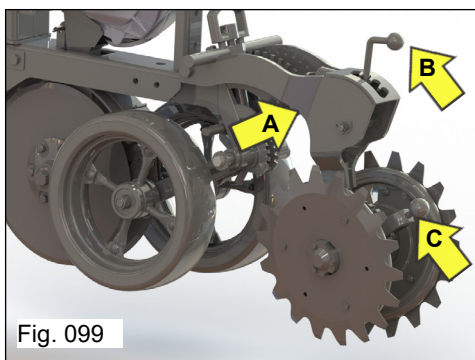

Fig. 099
A regulagem das rodas compactadoras (Fig. 099) também é um fator fundamental para o bom plantio, pois promove o fechamento e a compactação do sulco, facilitando a germinação e desenvolvimento da planta.
a) **Mola vertical “A”**: é pressionada por meio da mudança de posição da alavanca “B”, que possui 4 posições, permitindo maior ou menor pressão de apoio das rodas sobre o solo. Para solos mais pesados (argilosos), utilize maior pressão; para solos mais arenosos, utilize menor pressão (Fig. 099).